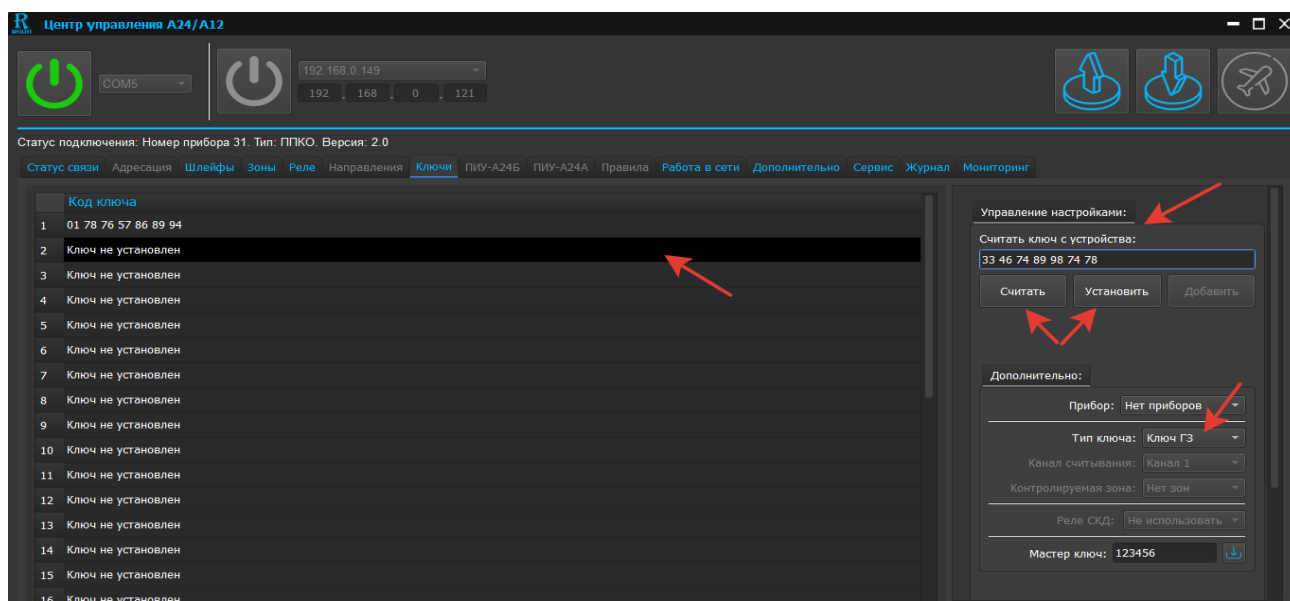

Рис. 54. Скриншот окна программирования ключей типа «ГЗ»
6.4.3 Программирование ключей типа «ГЗ» (см. рисунок 54)